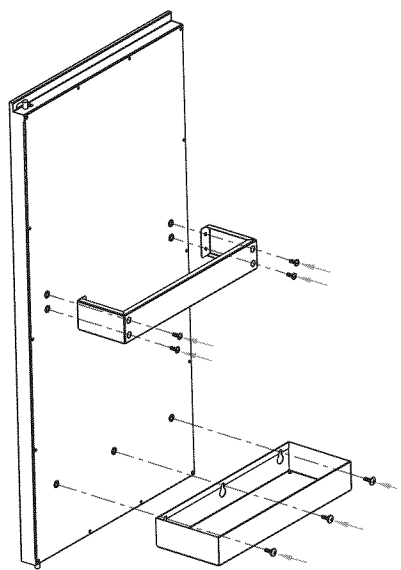
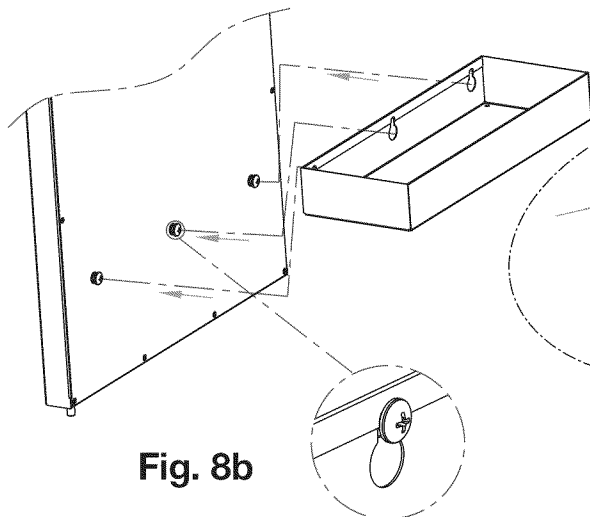

Fig. 8a
Fig. 8b
1. Sujete el soporte de la caja de herramientas a la parte trasera de la puerta derecha con cuatro (4) tornillos M4 x 10 como se señala en la **Fig. 8a**, luego sujete tres (3) tornillos M4 x 12 a la parte trasera de la puerta derecha sin introducir los tornillos por completo y cuelgue la caja de herramientas sobre los tornillos como puede verse en la **Fig. 8b**.